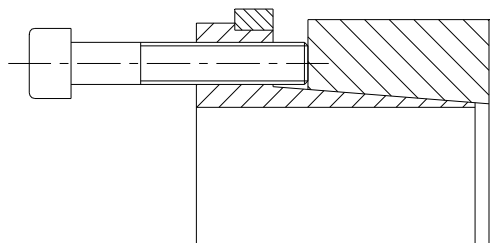

Bild 6: Fixieren des Spannsatzes (Beispiel: CLAMPEX® KTR 201)
- Die Spannschrauben leicht lösen. Zur Erleichterung der Montage mittels 2 Spannschrauben den Innen- und Außenring über die Abdrückgewinde fixieren (siehe Bild 6). Den Spannsatz KTR 200 / KTR 201 zwischen Welle und Nabe einsetzen.